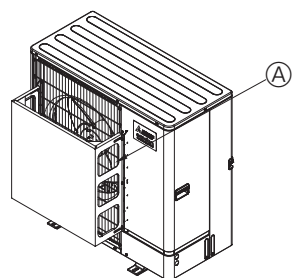

Fig. 2-3
- ② U míst, kde může silný vítr (tajfun atp.) vstupovat přímo do výstupu vzduchu, namontujte volitelné vedení vzduchu. (Fig. 2-3)